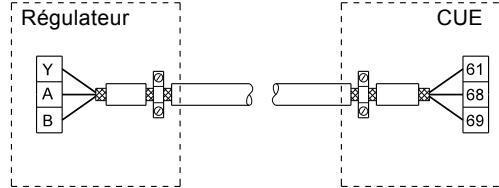
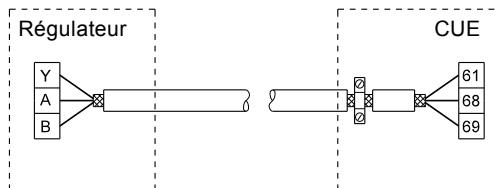

Fig. 28 Exemple de branchement d'un câble de synchronisation à 3 conducteurs, avec blindage branché aux deux extrémités
Fig. 29 Exemple de branchement d'un câble de synchronisation à 3 conducteurs, avec blindage branché au CUE (régulateur sans serre-câbles)
- Raccorder le blindage à la terre aux deux extrémités câbles de signaux et câbles du moteur. Voir fig. 28. Si le régulateur n'a pas de serre-câbles, raccorder seulement le blindage au CUE. Voir fig. 29.